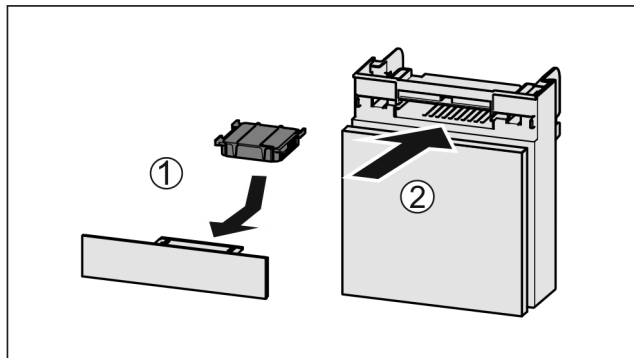

Fig. 201
- Inserire il vano Fig. 201 (2).